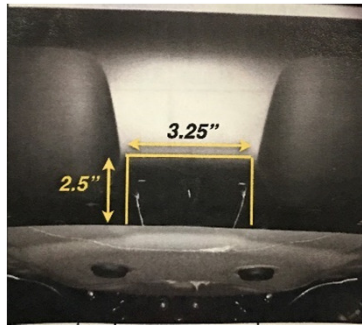

Figure 4
- Enlever le carénage arrière** – À l'aide d'un tournevis à lame plate, retirer six (6) rivets-poussoirs en plastique, quatre (4) situés en-dessous du carénage et deux (2) dans les passages de roue. Ouvrir le hayon et retirer deux (2) vis situées près du feu arrière. Découper le carénage selon la figure 4.
- Abaisser le silencieux** – À l'aide d'une pince pour échappement, abaisser le silencieux en enlevant les quatre (4) supports en caoutchouc les plus à l'arrière. Il y a deux (2) supports pour chaque échappement et un (1) support au centre du véhicule. **Nota** : La vaporisation d'un lubrifiant sur les supports en caoutchouc facilite leur dégagement des tiges métalliques. **NOTA** : Veiller à supporter l'échappement avant d'enlever les supports en caoutchouc.
- Enlèvement de l'écran thermique** – À l'aide d'une douille 10 mm, retirer quatre (4) vis qui fixent l'écran thermique au véhicule. **NOTA** : Les véhicules équipés d'un échappement double nécessitent l'enlèvement des deux écrans thermiques.
- Retirer les bouchons en caoutchouc** - À l'aide d'un tournevis à lame plate, retirer quatre (4) bouchons en caoutchouc des trous dans le bas du cadre, les remettre au propriétaire.
**1. Enlever le carénage arrière** – A l'aide d'un tournevis à lame plate, retirer six (6) rivets-poussoirs en plastique, quatre (4) situés en-dessous du carénage et deux (2) dans les passages de roue. Ouvrir le hayon et retirer deux (2) vis situées près du feu arrière. Découper le carénage selon la figure 4.
**2. Abaisser le silencieux** – A l'aide d'une pince pour échappement, abaisser le silencieux en enlevant les quatre (4) supports en caoutchouc les plus à l'arrière. Il y a deux (2) supports pour chaque échappement et un (1) support au centre du véhicule. **Nota** : La vaporisation d'un lubrifiant sur les supports en caoutchouc facilite leur dégagement des tiges métalliques. **NOTA** : Veiller à supporter l'échappement avant d'enlever les supports en caoutchouc.